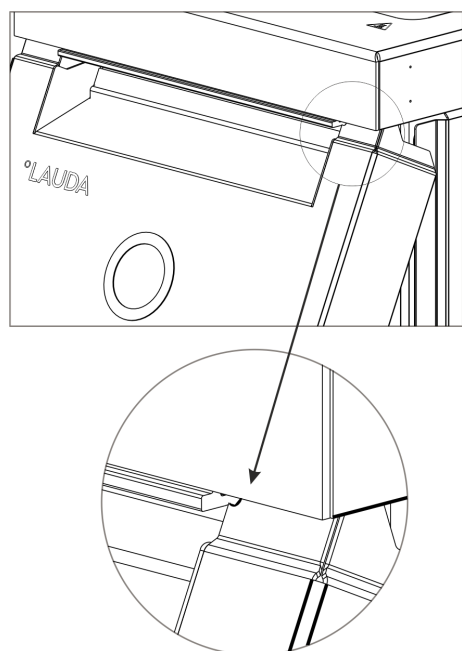

Fig. 79: Rayons sur le panneau frontal
2. Pousser le panneau frontal juste assez vers le haut de sorte à ce que les rayons se voient encore Fig. 79.